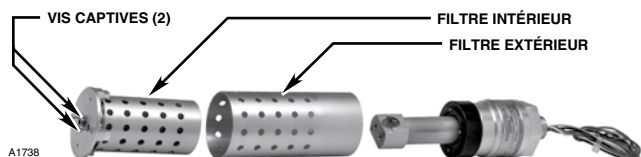
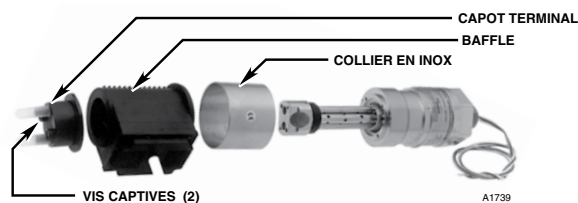

Figure 10—Démontage du PIR9400 en Aluminium
Figure 11—Démontage du PIR9400 en Inox
1. Dévisser complètement les vis captives sur l'extrémité plate du détecteur en utilisant un outil approprié (tournevis plat ou clé Allen) et faire glisser le blafte vers l'extérieur. Voir Figures 10 et 11.
3. Pour le modèle aluminium, glisser le filtre extérieur par-dessus le miroir. Le filtre extérieur devra être orienté avec la partie pleine tournée vers l'embase du détecteur. S'il n'est pas orienté correctement, le filtre ne glissera pas sur l'appareil. Glisser le filtre intérieur dans le filtre extérieur et le faire pivoter jusqu'à ce qu'il soit bien en place, puis serrer les deux vis captives en utilisant l'outil approprié. Voir Figure 10. Pour le modèle inox, glisser le collier en inox sur l'embase, puis glisser le baffle sur l'appareil. Placer le capuchon terminal sur le baffle et le faire pivoter jusqu'à ce qu'il soit bien en place, puis serrer les deux vis captives avec l'outil approprié. Voir Figure 11.